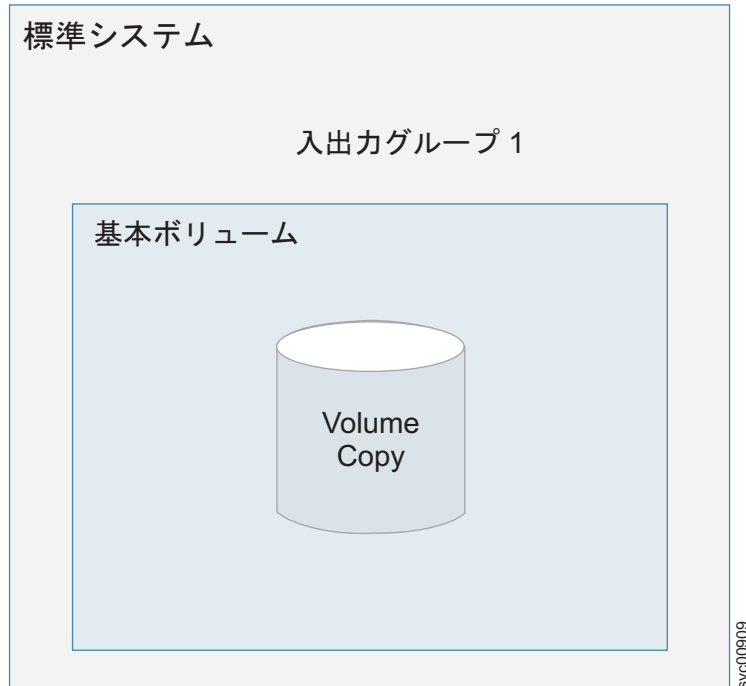

図 3. 基本ボリュームの例
- 基本ボリューム。ボリュームの単一コピーが入出力グループにキャッシュされます。基本ボリュームは、どのシステム・トポロジでも設定できますが、4 ページの図 3 には標準システム・トポロジを示しています。